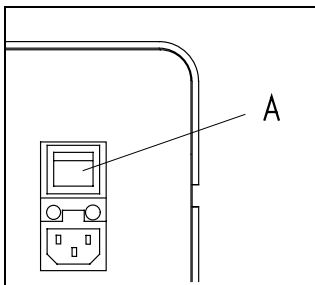

Fig.8
- enclenchez le commutateur principal. **Fig.8**